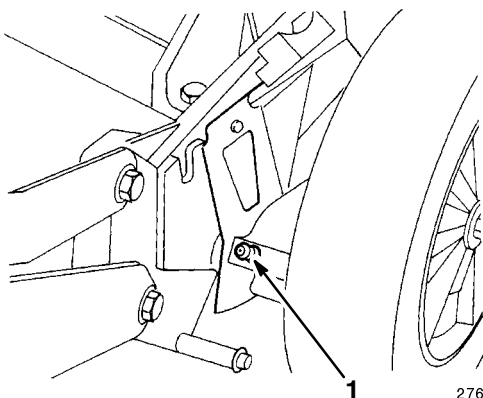

Figure 22
5. A l'aide d'un pistolet à graisse, envoyer doucement deux ou trois giclées de graisse multi-usage no 2 au lithium dans chaque graisseur (Fig. 22).